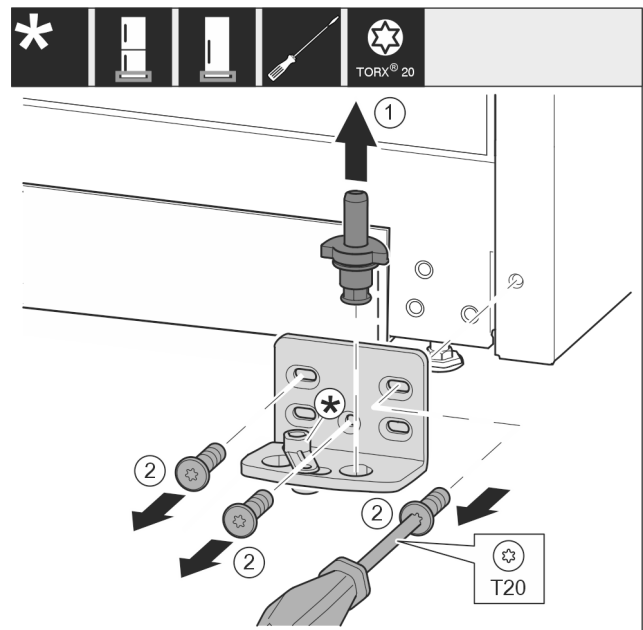

Fig. 13
- ▶ Trekk lagerbolten komplett opp og av. Fig. 13 (1)
- ▶ Skru ut skruene med skrutrekker T20, og ta av lagerbukken. Fig. 13 (2)